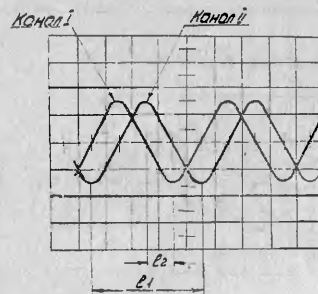

Рис. 7.
- измерьте период опорного сигнала  $T_1$  (рис. 7) в делениях шкалы;